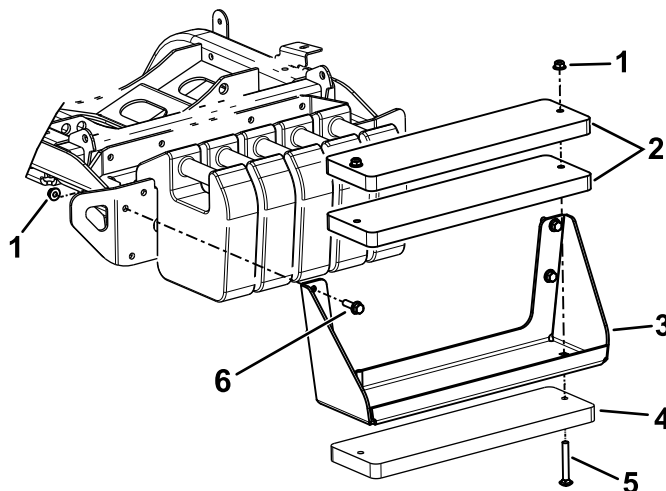

図 21
注 これらの手順については **図 21**を参照。
- A. ボルト $\frac{3}{8}$ " x 4"とナット $\frac{3}{8}$ "を使用してブラケットにウェイト3個を取り付ける **図 21**。
- B. 六角ボルトとナットキット付属品を使ってウェイトブラケットをマシンに取り付ける **図 21**。
- A. マシンからウェイトブラケットを外す **図 21**。
- C. ボルト $\frac{3}{8}$ " x 4"とナット $\frac{3}{8}$ "を使用してブラケットにウェイト3個を取り付ける **図 21**。
- D. 先ほど外した金具を使って、ウェイトブラケットをマシンに固定する **図 21**。